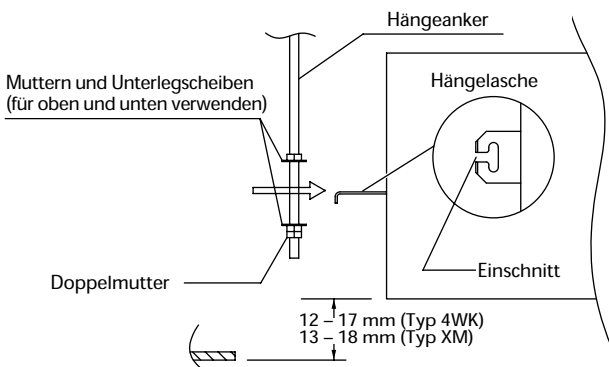

Abb. 3-5
- Die drei Sechskantmutter und die beiden Unterlegscheiben (im Fachhandel erhältlich) auf jeden der vier Hängeanker schrauben (Abb. 3-5). Je eine Mutter und eine Unterlegscheibe für die obere Seite, und zwei Muttern und eine Unterlegscheibe für die untere Seite verwenden, damit die Einheit nicht von den Hängevorsprüngen abrutschen kann.